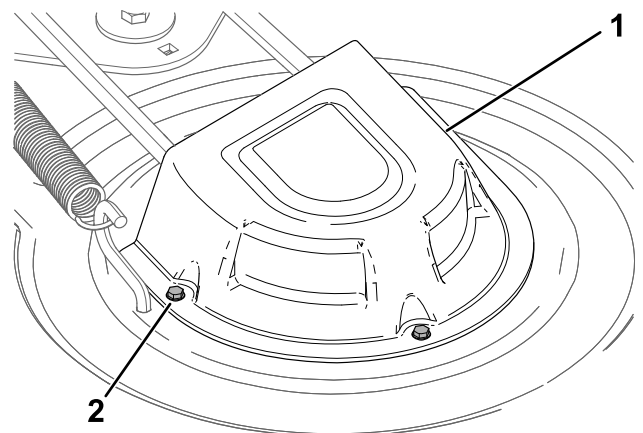

Figura 55
4. Afloje los tornillos y retire las cubiertas de las poleas (Figura 55).